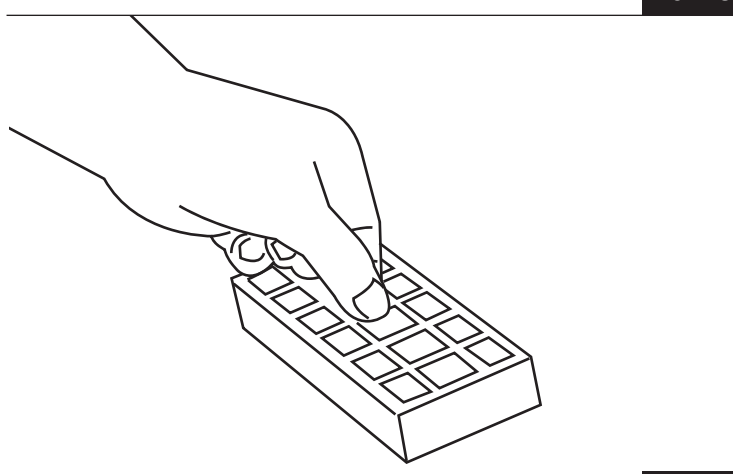

FIG. 21
Step 3: On some models, remove filter pad and shake to remove excess dust. If necessary this pad can be cleaned by vacuuming with another cleaner (FIG. 21).
Étape 3 : Sur certains modèles, retirez le filtre et secouez-le afin d'enlever l'excès de poussière. Si nécessaire, cette plaque peut être nettoyée en aspirant avec un autre aspirateur (FIG. 21).
Paso 3: En algunos modelos, quite la almohadilla del filtro y sacúdala para quitar el exceso de polvo. De ser necesario, esta almohadilla puede ser limpiada con otra aspiradora (FIG. 21).